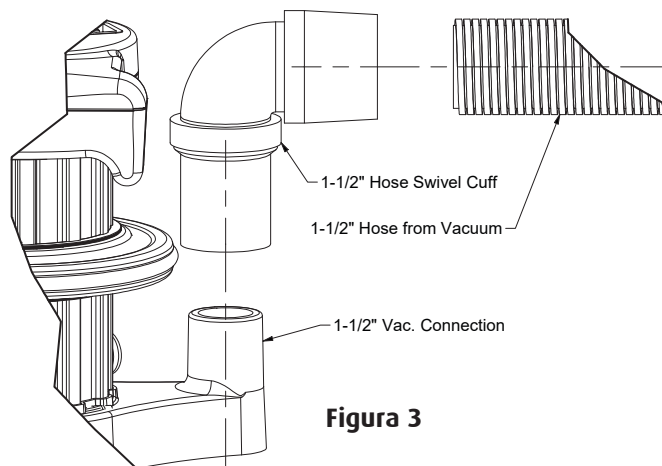

Figura 3
1. Instale el manguito giratorio de la manguera de 1-1/2" (40 mm) suministrado (Figura 3) enroscando el manguito en sentido contrario a las agujas del reloj en la manguera.
2. Empuje el manguito giratorio en la base con un movimiento de giro (Figura 3).